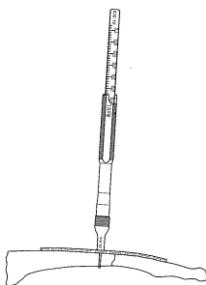

図4
- 2) 3.5コーティカル用デプスゲージの先端フックを反対側皮質に引っ掛け、スケールを読み取ります。（図4）